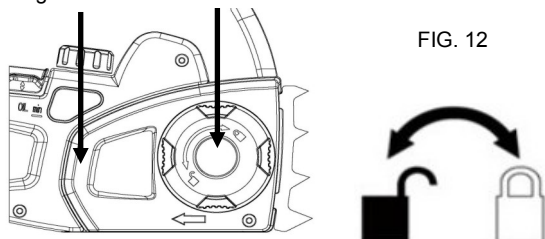

FIG. 12
3. Enlever le couvercle de la chaîne. (Fig. 12)